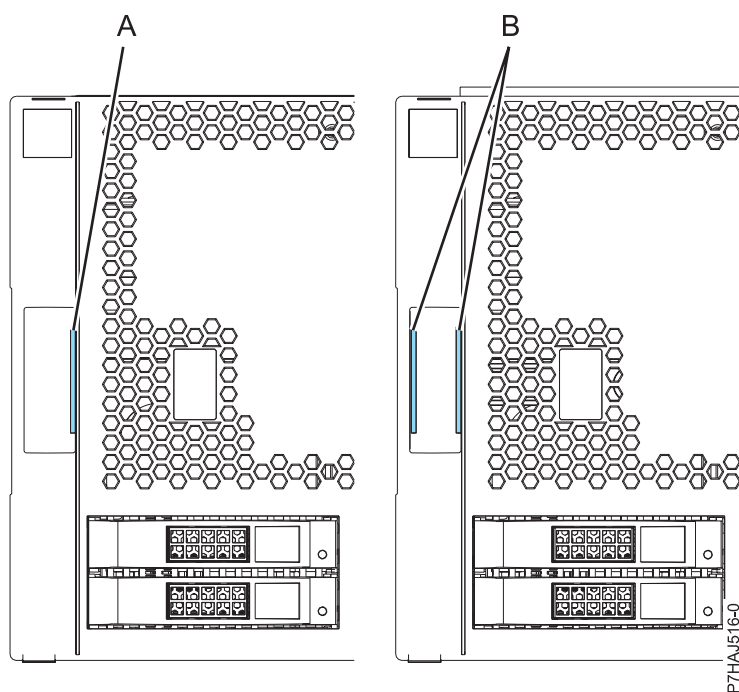

Figure 8. Identification des anciens et des nouveaux capots
Remarque : Les anciens capots (expédiés avant le 1er mars 2011) sont reconnaissables à la bande bleue unique (A) située sur les taquets du capot. Les nouveaux capots possèdent deux bandes bleues (B). Voir figure 8, à la page 24.